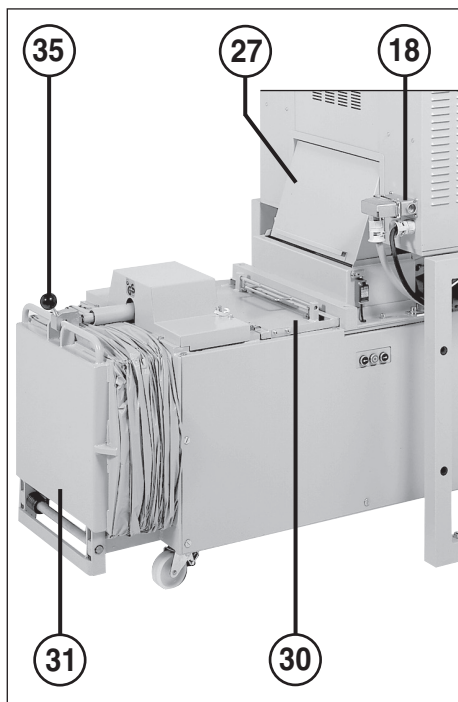

Abb. 2
Bei Dauerbetätigung dieses Tasters (mindestens 2 Sekunden gedrückt halten) fährt der Press-Stempel ein kleines Stück zurück und der Verschlußhebel (35) (Abb. 2) ein kleines Stück nach vorne (Druckentlastung an der Entnahmeklappe).